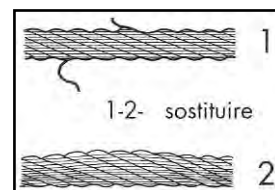

Figura 15 – Fune da sostituire.
- Controllo integrità della fune:** condurre un'ispezione visiva della fune d'acciaio volta a stabilire l'assenza di sfilacciamenti, schiacciamenti, rigonfiamenti, piegamenti ecc. (Figura 15).